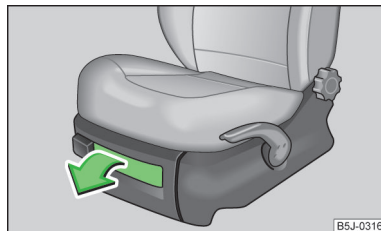

Fig. 72
- Pentru deschiderea clapetei, trageți de mâner » fig. 72.